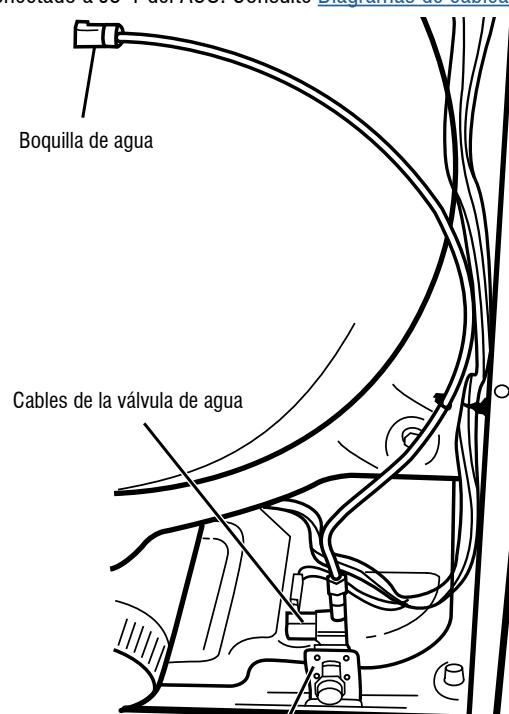

Figura 16: Componentes del sistema de agua
7. Verifique que la manguera y los cables estén conectados con el ensamblaje de la válvula de agua (consulte la Figura 16).